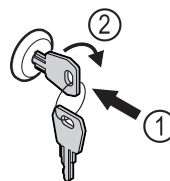

Fig. 94
- ▶ Introduceți cheia prin apăsare Fig. 94 (1).
- ▶ Rotiți cheia cu 90° în sensul acelor de ceasornic Fig. 94 (2).